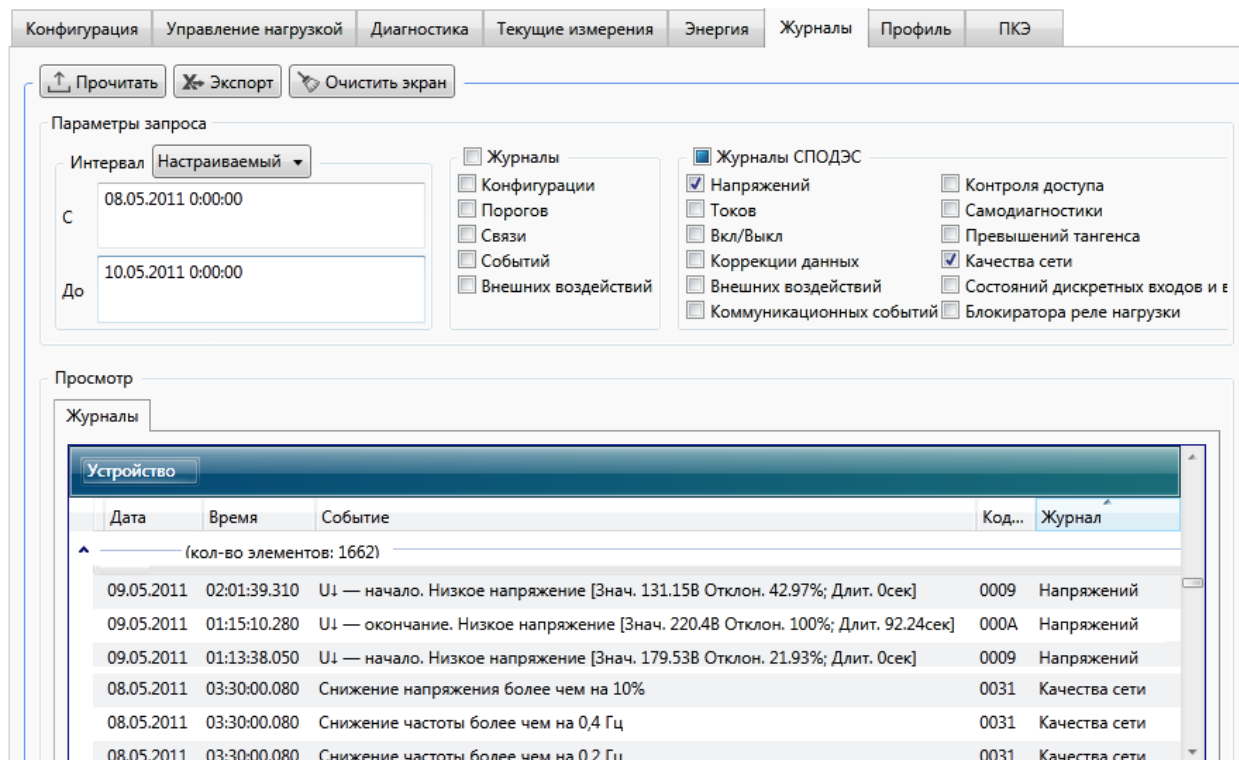

Рисунок 9.50 – Просмотр журналов напряжений и параметров качества сети
9.6.6.8 Для просмотра журналов напряжений и параметров качества сети необходимо перейти на вкладку *Журналы* области параметров программы КОНФИГУРАТОР (рисунок 9.50).